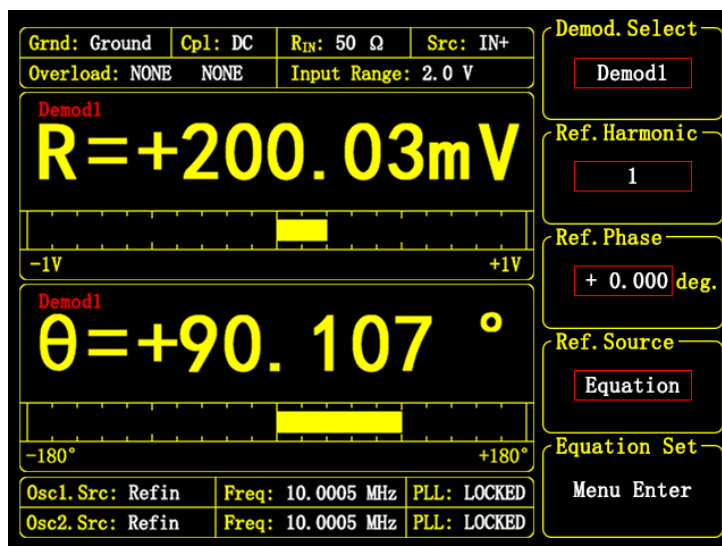

图 51. <Equation> 模式界面
- <Equation> : 设置当前解调器的参考基准源为公式组合解调。此模式界面如图51所示。此时可以点击 <Menu Enter> 进入二级菜单设置公式组合。